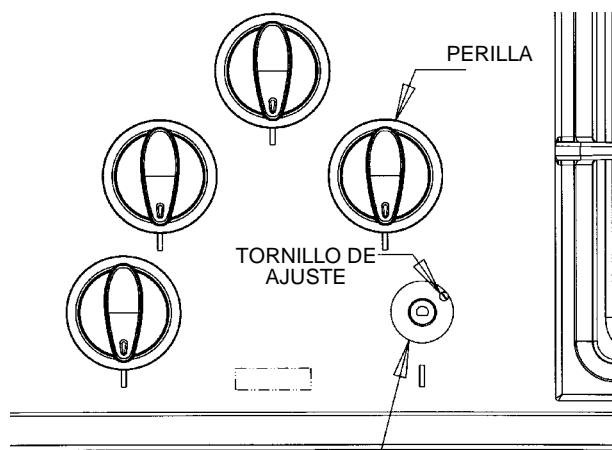

FIGURA 12
C. AJUSTE DE LA LLAMA BAJA (Vea la figura 12)
3. Encuentre el tornillo de ajuste de la válvula. Vea la figura 12.
- Encuentre el tornillo de ajuste de la válvula. Vea la figura 12.